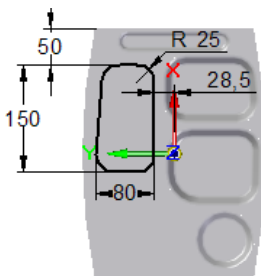

图 6.9.19 截面草图
(1) 选择命令。单击“主页”功能选项卡“钣金”工具栏中的“凹坑”按钮 。
(2) 绘制凹坑截面。选取图 6.9.18 所示的模型表面为草图平面，绘制图 6.9.19 所示的凹坑截面草图。
注意：图 6.9.19 中实体特征左侧圆弧边线与草图中的圆弧同心。